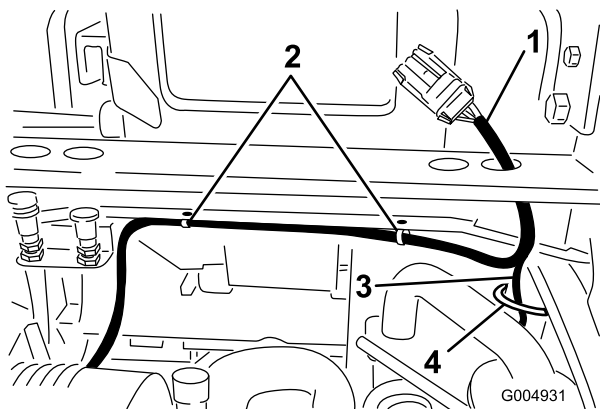

Figure 27
3. Du même côté du faisceau que le grand connecteur, faites passer le long fil de cabine (muni de deux connecteurs) vers le bas, le long du montant du ROPS, puis sous l'élément du cadre du panneau arrière et à travers le trou au bas du panneau de commande (Figure 27). Fixez le long fil au montant ROPS inférieur au moyen d'un serre-câble.